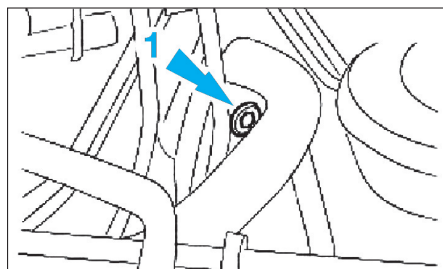

Fig. 22
- Débrancher les canalisations de réfrigérant (1) du détendeur thermostatique (Fig.22).